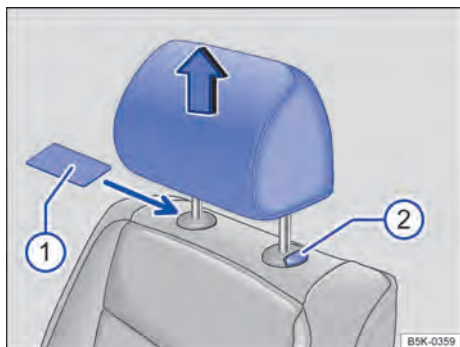

Fig. 46 Desinstalar o apoio para cabeça dianteiro ou traseiro.
- Se necessário, empurrar um objeto plano, por exemplo, um cartão de plástico, entre o revestimento do encosto do banco e a capa de cobertura da barra guia do apoio para cabeça ⇒ Fig. 46 ① para destravar.
- Retirar o apoio para cabeça com o botão ② pressionado.